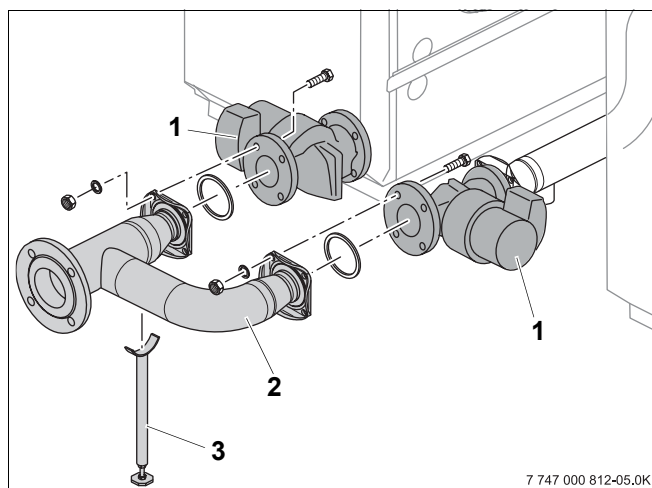

Рис. 12 Монтаж соединительной трубы обратной линии
- Подсоедините 4 болтами и гайками соединительную трубу обратной линии (рис. 12, поз. 2) с уплотнением к насосу (рис. 12, поз. 1), как показано на рис. 12.
- Установите опору (рис. 12, поз. 3) под соединительную трубу на такой высоте, чтобы в обратной линии не было напряжения.